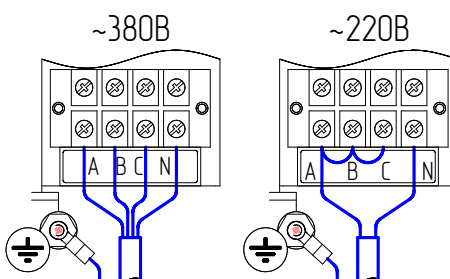

Рис.4 Схема подключения к сети
*Выполняется согласно п.6.5 и схемы подключения к однофазной сети рис.4.
- Подключить водонагреватель к электросети 380В, 50Гц (Рис.4), для чего вводной кабель пропустить через кабельный ввод, закрепить, затянув накидную гайку кабельного ввода. Фазные провода и нулевой провод следует подключить в соответствии с маркировкой на клеммную колодку.
Для подключения ЭВПМ-4,8...9 к однофазной сети (Рис.4) необходимо выводы трех фаз на клеммной колодке объединить перемычкой (сечением не менее фазного провода) и соединить с фазным проводом сети. Сечение жил фазных и нулевых питающих проводов, должно быть не менее указанных в таблице 2.